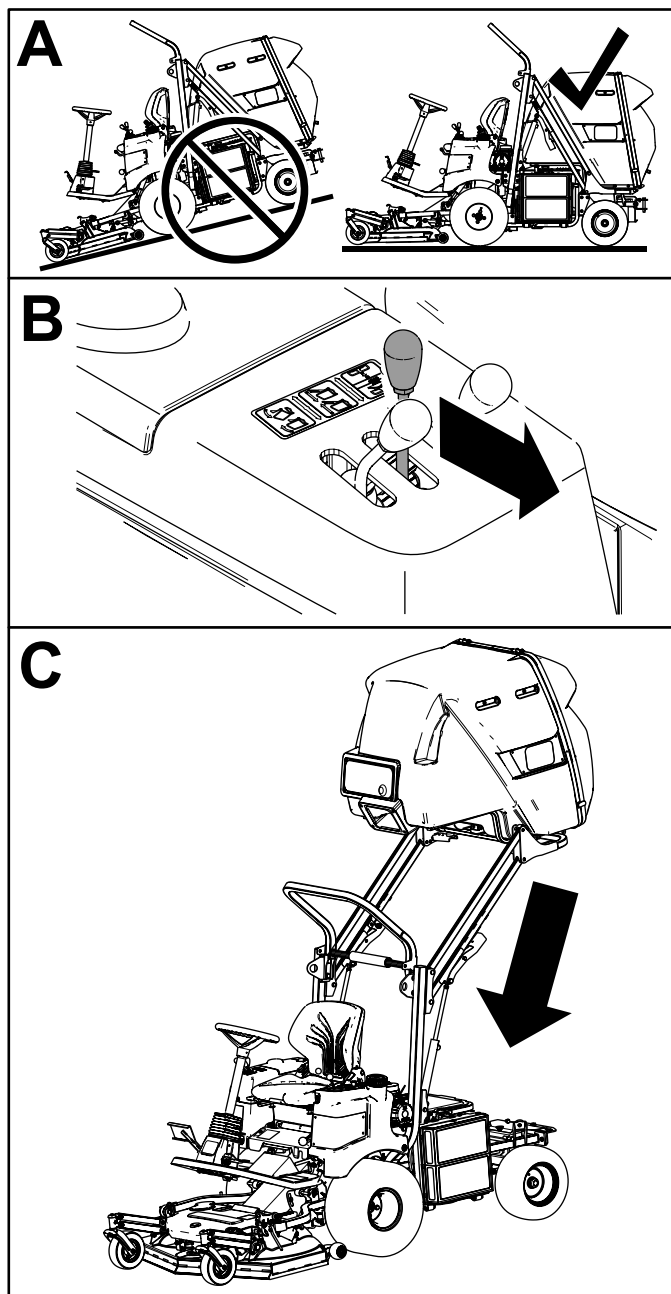

Figura 24
2. Per abbassare la tramoggia, spostate in avanti la leva di sollevamento della tramoggia (Figura 24).